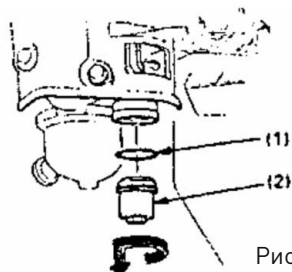

Рис. 10
Переместите топливный кран в положение «Закрото» (OFF), открутите гайку топливного фильтра и уплотнительное кольцо. Промойте детали в растворителе, тщательно прочистите их и снова установите на прежние места. Переместите топливный кран в положение «Открыто» (ON) и убедитесь, чтобы не было утечек (см. рис.10).